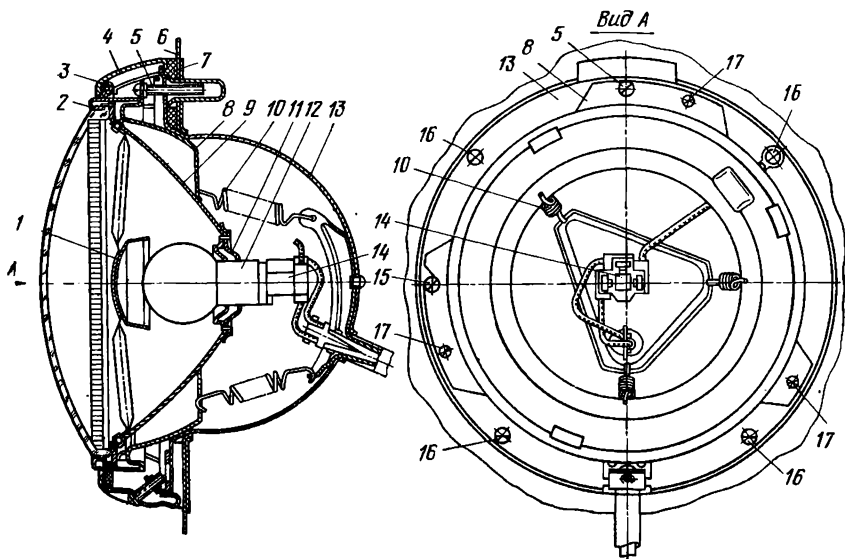
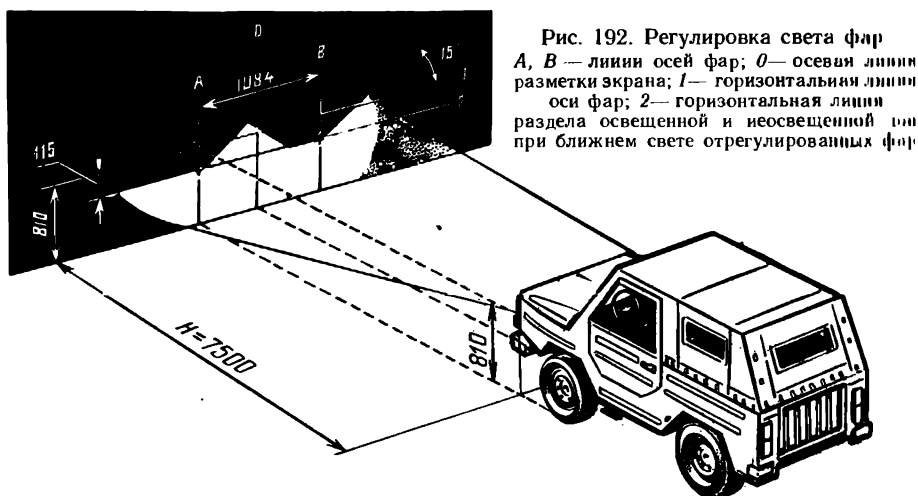

Рис. 191. Фара:
Рис. 192. Регулировка света фар
**Фары.** На автомобиле установлены фары ФГ122-БВ (рис. 191), имеющие полуразборный оптический элемент, состоящий из отражателя, стекла-рассеивателя и двухнитевой лампы А12-45+40 дальнего и ближнего света мощностью 45+40 Вт. Ближний свет фары распределяется ассиметрично с резкой границей между светлой и темной зонами.
**Регулировка света фар.** Снаряженный автомобиль с нормальным давлением в шинах устанавливают на горизонтальной площадке перед экраном с разметкой (рис. 192), установленным на расстоянии 7,5 м от фар. Включают ближний свет и вращением регулировочных винтов 5 и 15 (см. рис. 191) устанавливают оптические элементы фар так, чтобы граница между освещенным и неосвещенным участками проходила по линии 2 (см. рис. 192), а наклонные отрезки выходили из точек пересечения линий А и В с линией 2, отмеченных на рис. 192 знаком «+». Каждая фара регулируется самостоятельно, причем свет от другой фары не должен освещать экран.
Регулировка света фар по вертикали осуществляется вращением винта 5 (см. рис. 191), а по горизонтали — винтом 15.